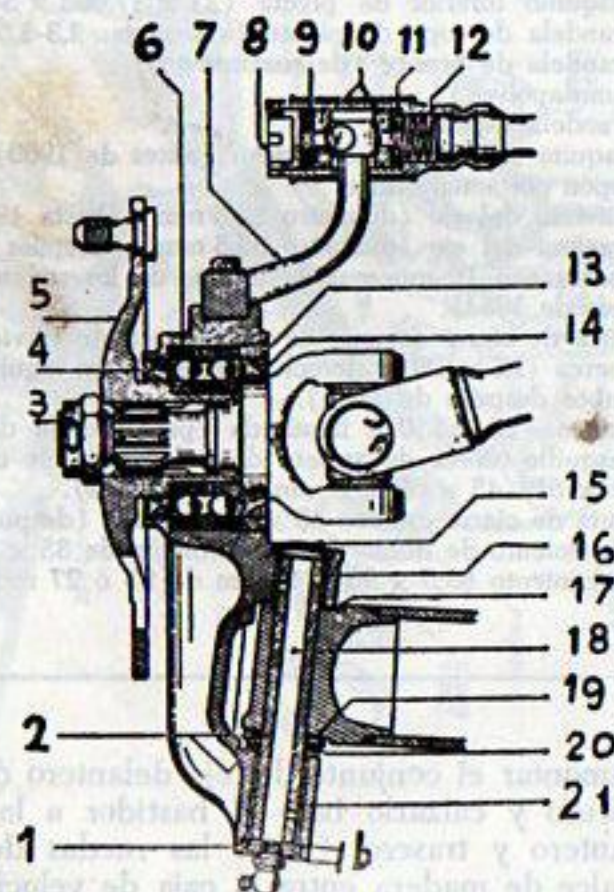

FIG. 57. Corte del cubo y del pivote de rueda. Serie de construcción hasta julio 1959.
- a) Los pivotes A-413-01d y 01e con portaengrasador roscado; la parte inferior del eje debe encontrarse retirada respecto a la parte inferior del pivote en una distancia $b = 5,75$ a 6 mm (ver fig. 57 y 58).